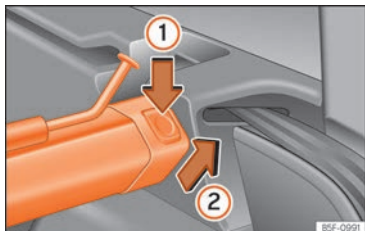

Abb. 180 Im Kofferraum: Trennwandnetz ausbauen.
- Linke oder rechte Entriegelungstaste »» **Abb. 180** in Pfeilrichtung (1) drücken.
- Stützschaube in Pfeilrichtung »» **Abb. 180** (2) abnehmen.
- Schale der Träger links und rechts entgegen der Pfeilrichtung drücken »» **Abb. 180** (2), bis diese einrastet.